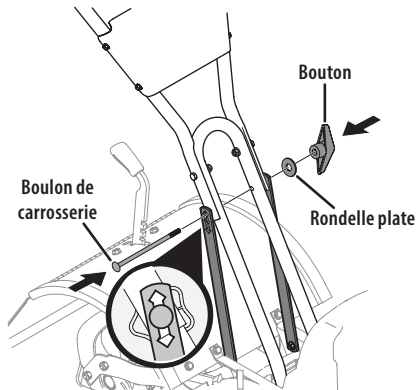

Figure 3
- Avec le boulon de carrosserie, la rondelle plate et le bouton, serrez juste un peu les supports à l'extérieur du guidon. Voir la Figure 3.